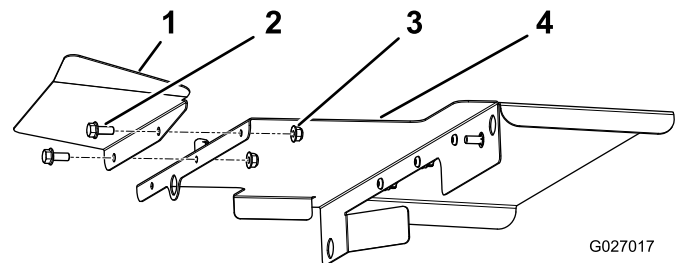

Figura 15
3. Instale el protector de la cubierta derecha en la cubierta derecha (Figura 15).